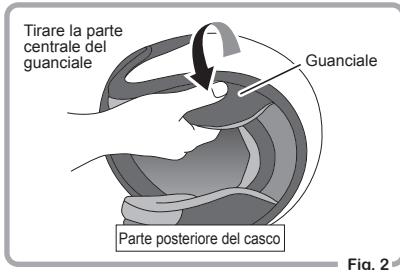

Fig. 2
- ① Innanzitutto, staccare i 2 bottoni a pressione nella parte posteriore del guanciale.
- ② Tirare un guanciale tenendo il centro dello stesso come illustrato in Fig.2.
- ③ Seguire lo stesso procedimento sull'altro lato.